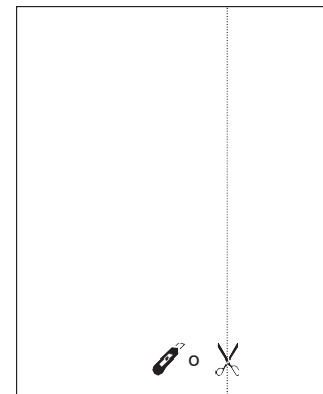

Figura 12
Paso 2 Marque una línea en el panel de aislamiento R1 proporcionado a una longitud de 1/8" (3 mm) menos que el ancho medido en el paso 1. Luego, corte el panel de aislamiento R1 por la línea (Figura 12).